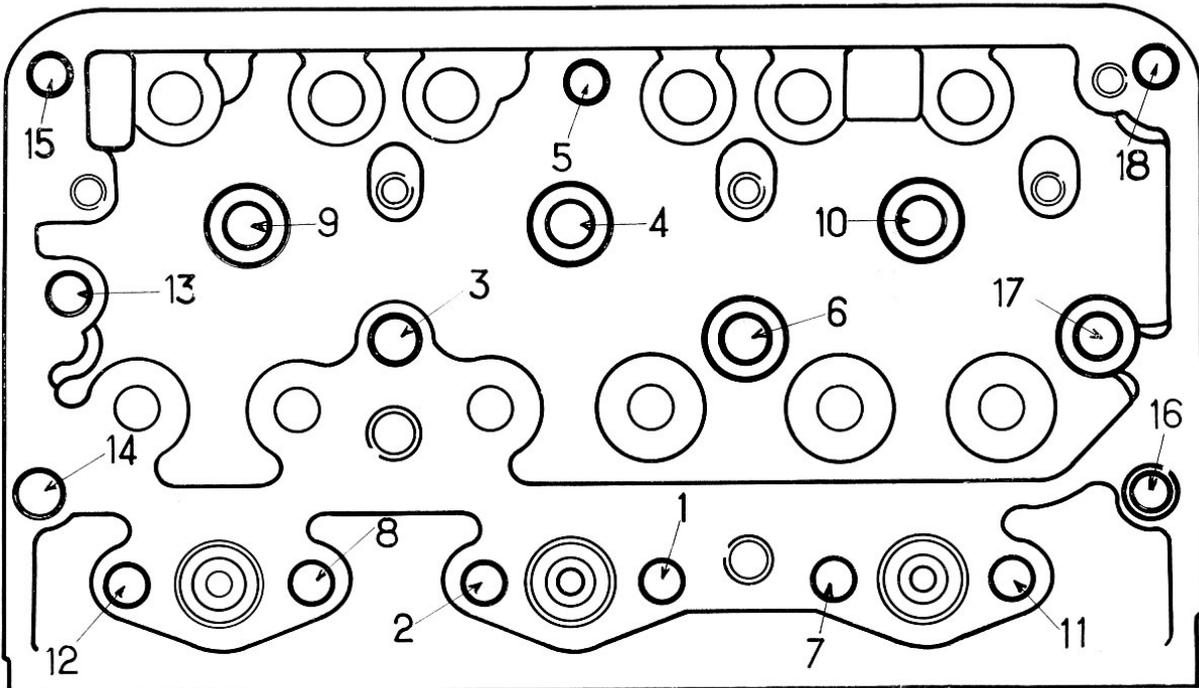
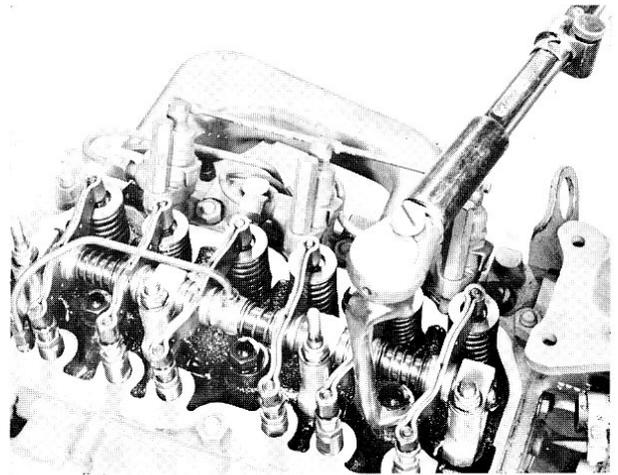

Fig. 12
Fig. 13
- 3° Poser la culasse. Le centrage du joint de culasse et de la culasse est assuré par 2 bagues spéciales montées sur le goujon 16 (fig 12), l'une étant fixe à la partie inférieure du goujon, l'autre à sa partie supérieure et recouverte par une rondelle plate rectifiée.
Serrer les écrous dans l'ordre indiqué à la figure 12.
- 7° Régler le jeu entre culbuteurs et poussoirs à 0,30 mm (fig. 13) en procédant de la manière suivante :
- 19° En utilisant la clé MUTU (indispensable pour le resserrage à chaud) (fig. 13), resserrer les écrous de la culasse au couple de 7,7 à 8,5 m/kg, en respectant l'ordre indiqué par la figure 12.